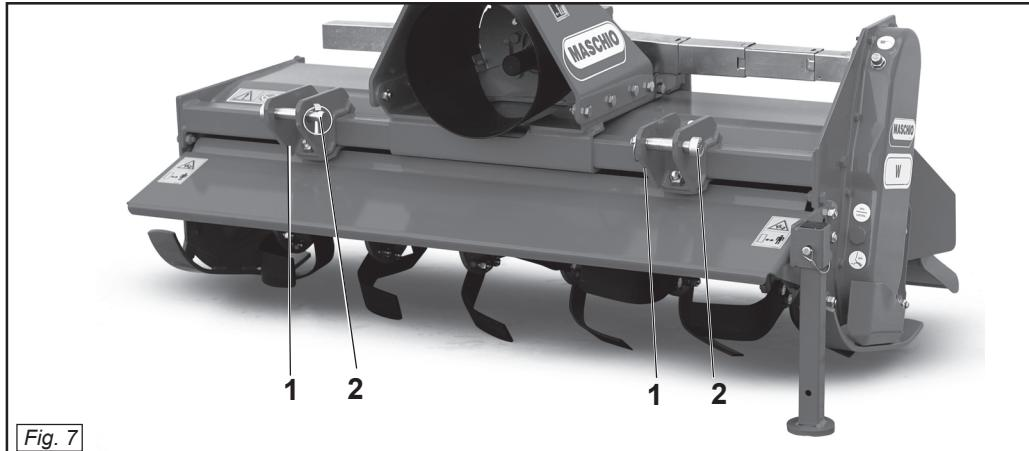

Fig. 7
In base alle dimensioni specifiche di questi tipi di attacchi dei trattori è necessario determinare la posizione più favorevole della macchina spostando opportunamente le piastre (1 Fig. 7) e inserendo i perni (2 Fig. 7) nei fori corrispondenti al giusto diametro delle parallele del trattore.
Le piastre vanno montate sempre e solo come mostrato in Fig. 7, con i fori posizionati anteriormente al tubo quadro.
Depending on the precise dimensions of these two types of hitches, find the best position for the machine by moving the plates (1 Fig. 7) along and inserting the pin (2 Fig. 7) in the holes corresponding to the correct diameter for the tractor's parallel arms.
The plates must always and only be mounted as shown in Fig. 7 with the holes towards the front of the square tubular.
En fonction des dimensions spécifiques de ces types d'attelages des tracteurs il faut déterminer la position la plus favorable de la machine en déplaçant, les plaques (1 Fig. 7) et introduire les axes (2 Fig. 7) dans les trous correspondant au bon diamètre des parallèles du tracteur.
Les plaques doivent obligatoirement être montées comme illustré dans la Fig. 7, en utilisant les trous placés à l'avant du tube carré.
Alle Maschinen können an jedem beliebigen Schlepper mit Universal-Dreipunktaufhängung der 1 Kategorie angebaut werden. Aufgrund der spezifischen Abmessungen dieser beiden Schlepperanschlüsse kann man die günstigste Position der Maschine festlegen, indem man die Platten (1 Abb. 7) und die Bolzen (2 Abb. 7) in die entsprechenden Bohrungen mit dem richtigen Durchmesser auf dem Schleppergestänge einsteckt.
Die Platten dürfen nur und ausschließlich so montiert werden, wie es in Abb.7 gezeigt ist, nämlich mit den Bohrungen, die vor dem Vierkantrohr angeordnet sind. Der Hersteller haftet nicht für die Beschädigung der Maschine oder des Schleppers infolge der Nichtbeachtung dieser Angabe.
Todas las máquinas pueden ser adaptadas a cualquier tractor dotado de enganche universal de tres puntos de 1^a categoría. En relación a las dimensiones específicas de estos tipos de enganche de los tractores hace falta determinar la posición más favorable de la máquina desplazando oportunamente las placas (1 Fig. 7) e introduciendo los pernos (2 Fig. 7) en los orificios correspondientes al correcto diámetro de las paralelas del tractor.
Las placas deben ser montadas siempre y solamente según lo indicado en la Fig. 7 con los orificios posicionados delante del tubo cuadrado.
- 1) Accostare le parallele del sollevatore ponendole all'interno delle piastre (1 Fig. 7), inserire il perno (2 Fig. 7) nel foro predisposto e bloccare con le copiglie a scatto.